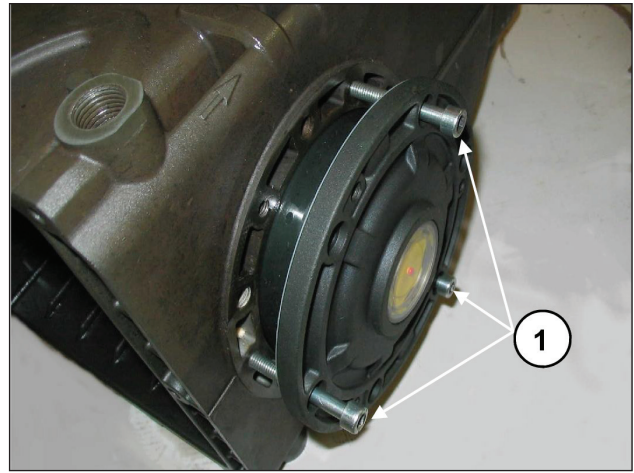

Fig. 8
Antes de montar as coberturas laterais, certifique-se da presença dos anéis circulares de estanqueidade em ambos os anéis de calço somente sobre a cobertura lateral da luz-piloto. Para facilitar a entrada da primeira seção e o relativo inserimento das tampas no cárter, é aconselhável o uso de 3 parafusos M6x40 parcialmente roscados, (Fig. 8, pos. ①) para depois completar a operação com os parafusos fornecidos (M6x16).